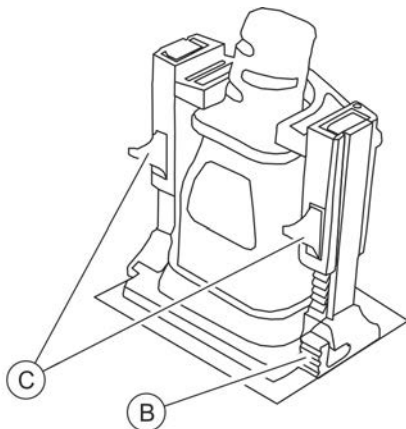

Abb. 17: Verriegelungsbügel anbringen
3. ➔ Verriegelungsbügel von oben auf die Pfosten schieben, um den Stecker zu fixieren (Abb. 17).
Zum Lösen der Fixierung kann der Verriegelungsbügel bzw. können die Pfosten über die Entriegelungshebel (Abb. 17/Ⓐ und Ⓑ) gelöst werden.